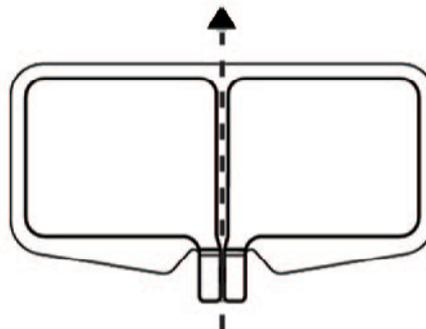

Abb. 1-1
- ➔ Richten Sie die Symmetrielinie der Neutralelektrode in Richtung Operationsfeld aus. Der Strom soll von der aktiven Elektrode (Instrument), auf die Symmetrielinie der Neutralelektrode zufließen (Abb. 1-1).